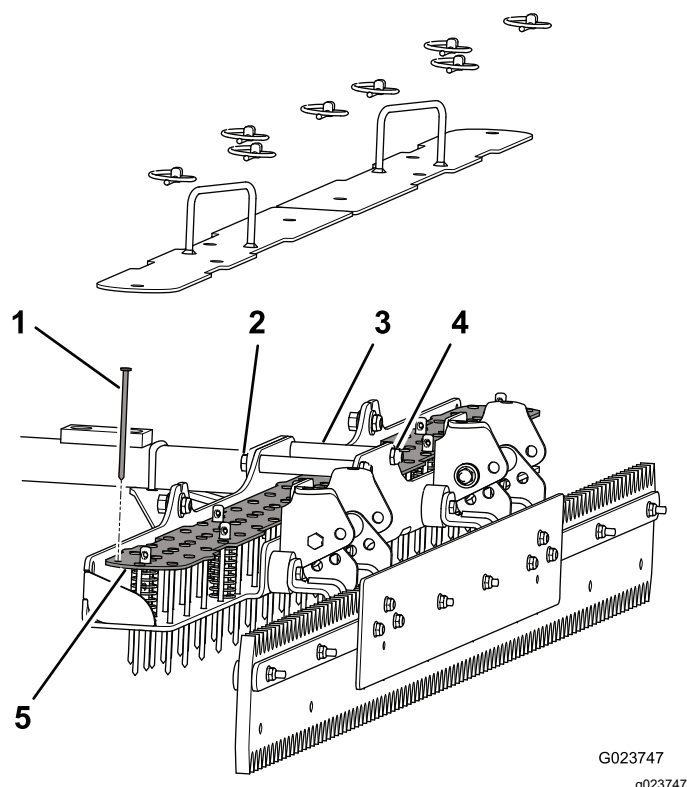

図 18
2. トップ・プレートをネイル・プレートとボトム・プレートに固定している8本のクレビスピンから、リンチピンを抜き取る 図 18。